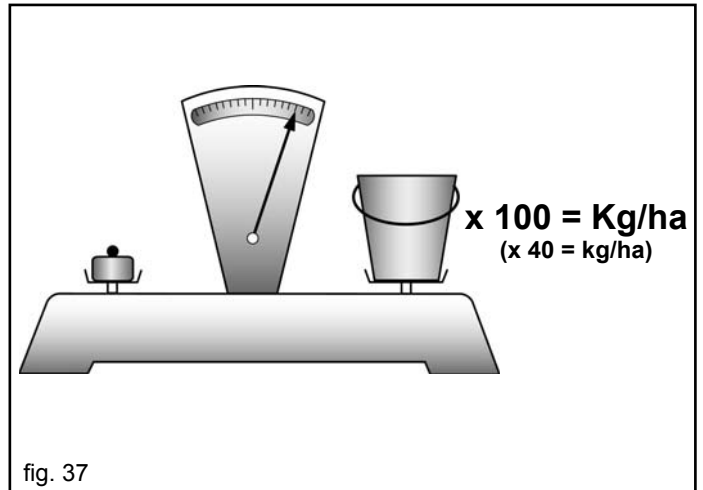

fig. 37
- 7) Die in den Sammelbehältern gesammelte Saatgutmenge wiegen und unter Bezug auf die durchgeführten Drehungen mit 100 oder 40 multiplizieren. Das Ergebnis ist die in Kilogramm pro Hektar ausgestreute Saatgutmenge (Abb. 37).